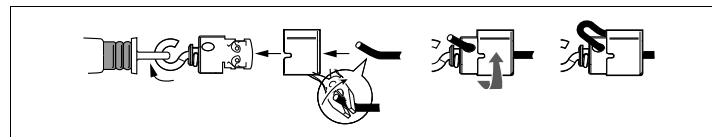

Abb. 6: Montage der ersten Seilklemme
- Seil entsprechend Abb. 6 mit Seilklemme verbinden und Seilklemme in Seilzugschalter einhängen. Anschließend Gelbe Kappe wieder aufstecken.
- Seilende kürzen und entsprechend Abb. 6 in Seilklemme stecken.